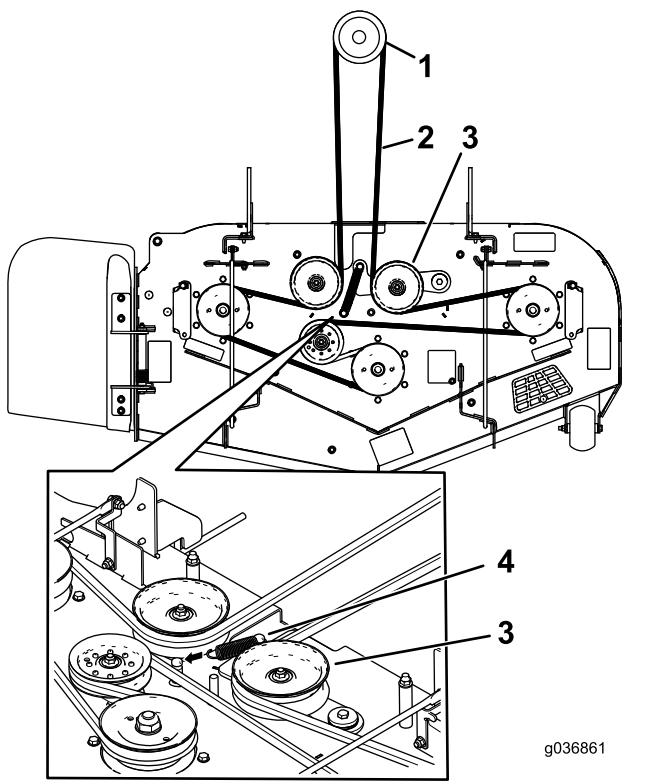

図 63
- 新しいベルトをデッキのブーリ、およびエンジン下のブーリに取り付ける図 63。
11. アイドラスプリングを取り付ける図 63。